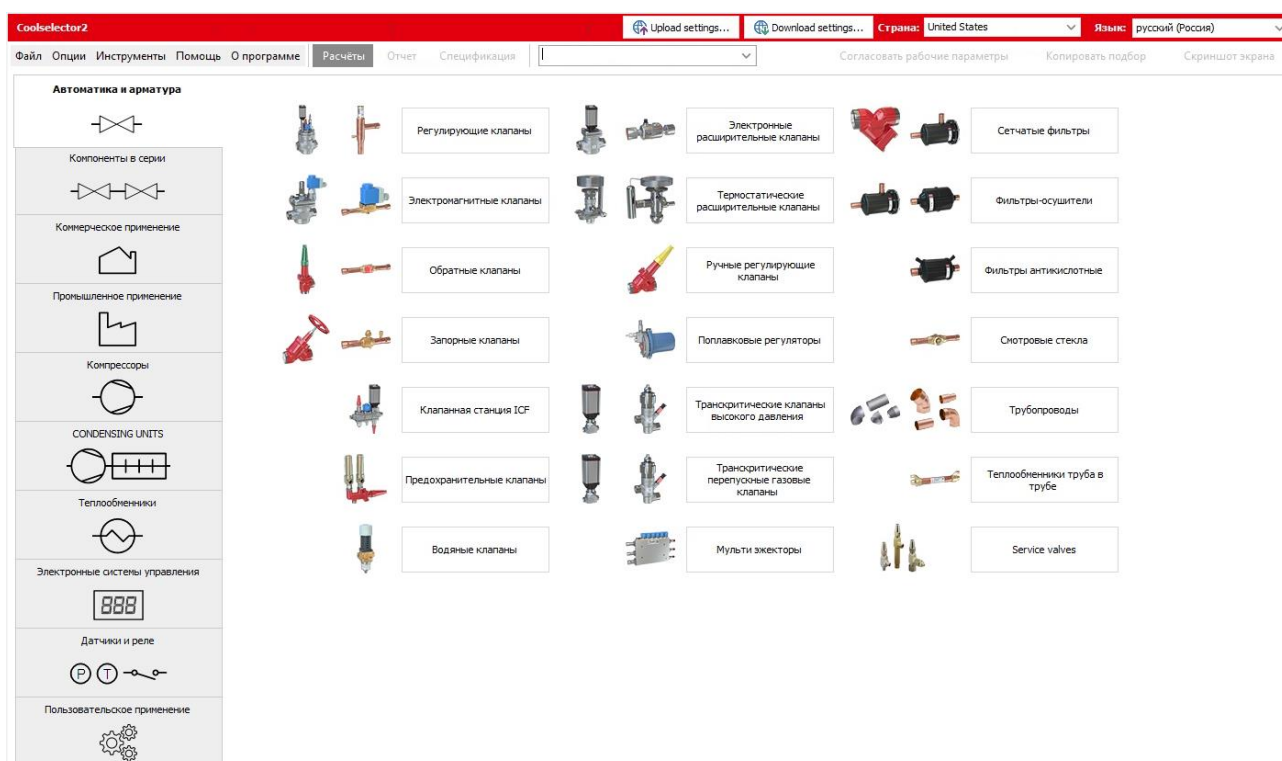

Рис. 1.3. Скриншот окна выбора запорно-регулирующей арматуры в программе «Coolselector»
- в программе «Coolselector» подобрать контрольно-измерительные приборы и запорно-регулирующую арматуру по заданным параметрам (рис. 1.3 и 1.4)